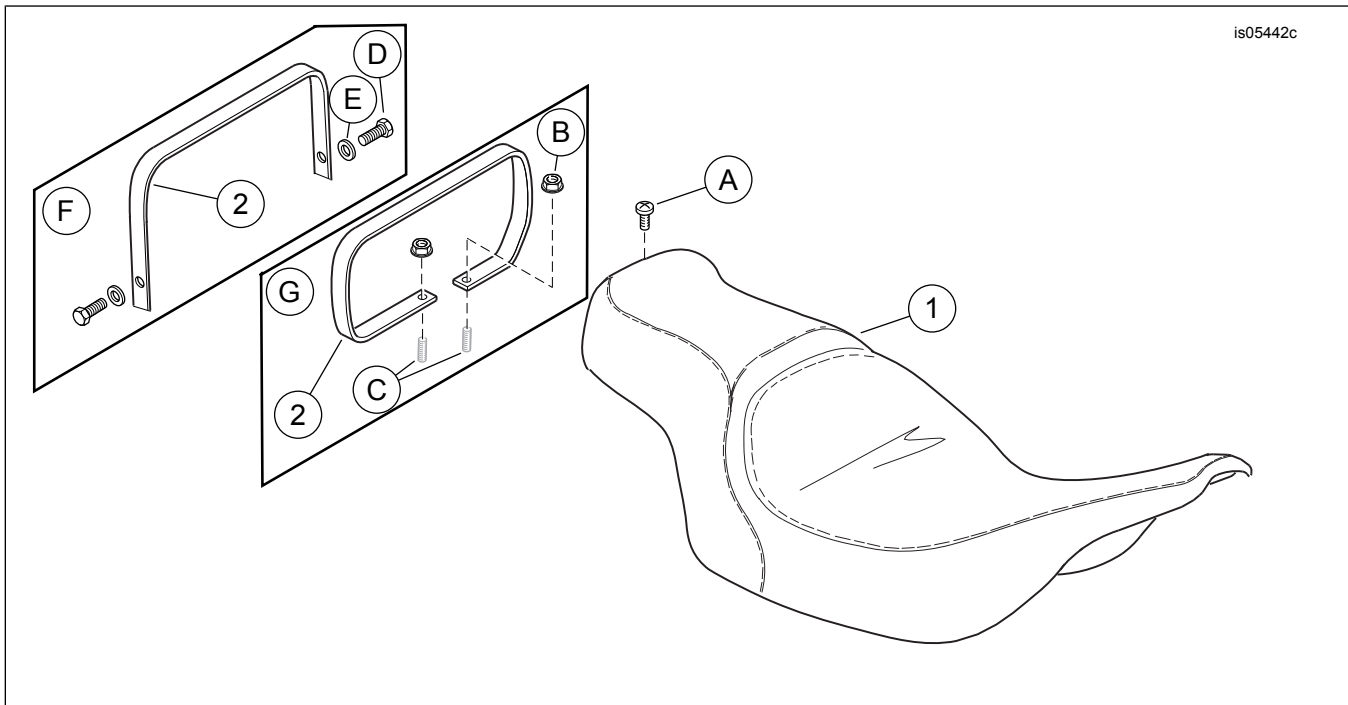

Figure 7. Mga Pamalit na Piyesa: Napapainit na Upuan
Tingnan ang Figure 7 at Talahanayan 1 para sa nilalaman ng kit.
- Tingnan ang Figure 7 . Tanggalin ang turnilyo (D), washer (E) at dulo ng strap na hawakan. Itabi ang hardware para sa pagkakabit mamaya.
- Tingnan ang Figure 7 . Tanggalin ang Phillips-head na turnilyo na may lockwasher (A) mula sa likod ng kasalukuyang nakakabit na upuan. Hilahin papunta sa likod ang upuan upang tanggalin ang upuan. Itabi ang turnilyo
- b. Tingnan ang Figure 7 . Ikabit ang turnilyo (D) at washer (E) ng grab strap. Higpitan.